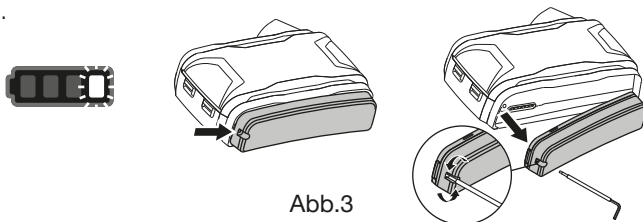

Abb.3
- Wenn der Akku schwach ist, blinkt die Akku-Anzeige, und ein akustischer Alarm ertönt. Gehen Sie in diesem Fall sofort an einen sicheren Arbeitsplatz. Verwenden Sie den mitgelieferten Innensechskantschlüssel, um den Akku vom Gebläse zu entfernen (siehe Abb. 3).